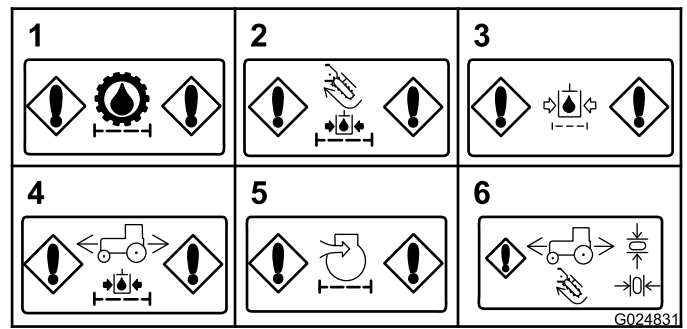

Bild 33
Diese Meldung wird angezeigt, wenn der Hydraulikladesfilter für das Getriebe verstopft ist (Bild 33).
Diese Meldung wird angezeigt, wenn der Ladesfilter für die Hydraulikanlage für das Zubehör verstopft ist (Bild 33).
- **Verstopfung des Hydraulikrücklaufilters:** Diese Meldung wird angezeigt, wenn der Hydraulikrücklaufilter verstopft ist (Bild 33).
Diese Meldung wird angezeigt, wenn der Ladesfilter für den Antriebsmotor verstopft ist (Bild 33).
- **Verstopfung des Luftfilters (Motor):** Diese Meldung wird angezeigt, wenn der Luftfilter gewartet werden muss (Bild 33).
- **Anzeige für zurück auf Neutral-Stellung:** Diese Anzeige wird angezeigt, wenn Sie einen Vorgang versuchen, für den der Joystick oder das Fahrpedal in der Neutral-Stellung sein muss. Stellen Sie den Joystick oder das Fahrpedal in die Neutral-Stellung, bevor Sie den Vorgang fortsetzen (Bild 33).